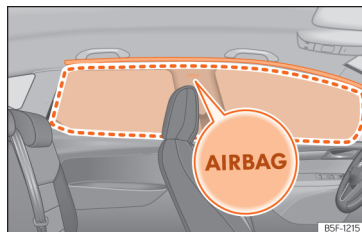

Fig. 38 Ubicació i zona de desplegament del coixí de seguretat per al cap.
Els coixins de seguretat per al cap es troben a tots dos costats de l'habitacle, a sobre de les portes >>> **fig. 38**, i la seva ubicació està indicada amb la paraula "AIRBAG".
En disparar-se, el coixí de seguretat per al cap ocupa la zona emmarcada en vermell (zona de desplegament) >>> **fig. 38**. Per aquest motiu, mai s'hauran de disposar o fixar objectes en aquesta zona >>> **△**.
- Assegureu-vos que els nens viatgin asseguts correctament als seients i no situïn el cap a la zona de desplegament dels coixins de seguretat per al cap >>> **fig. 38**, ja que, si es disparen, podrien colpejar-los i provocar-los lesions greus.